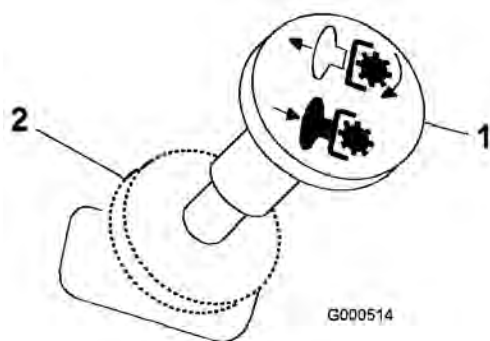

Figure 11
3. Tirez sur la commande des lames pour engager les lames (Figure 11).
Poussez la commandes de lames en position Désengagée pour désengager les lames (Figure 11).